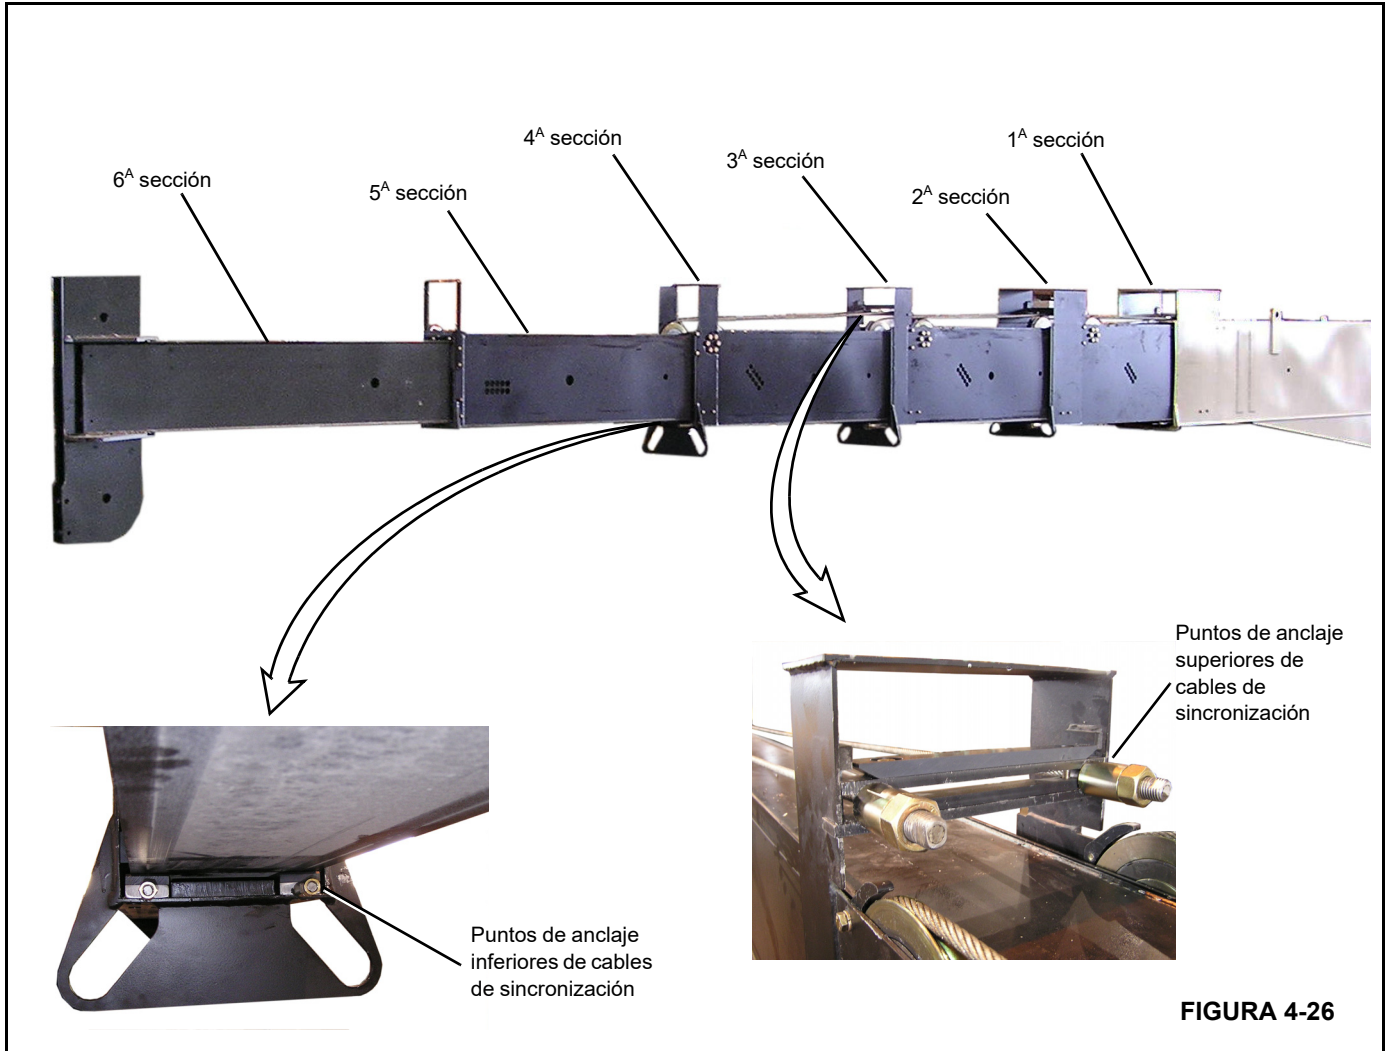

FIGURA 4-26
3. Saque los pernos del cable de sincronización en las partes delantera superior y delantera inferior de la 1^A sección (Figura 4-26).